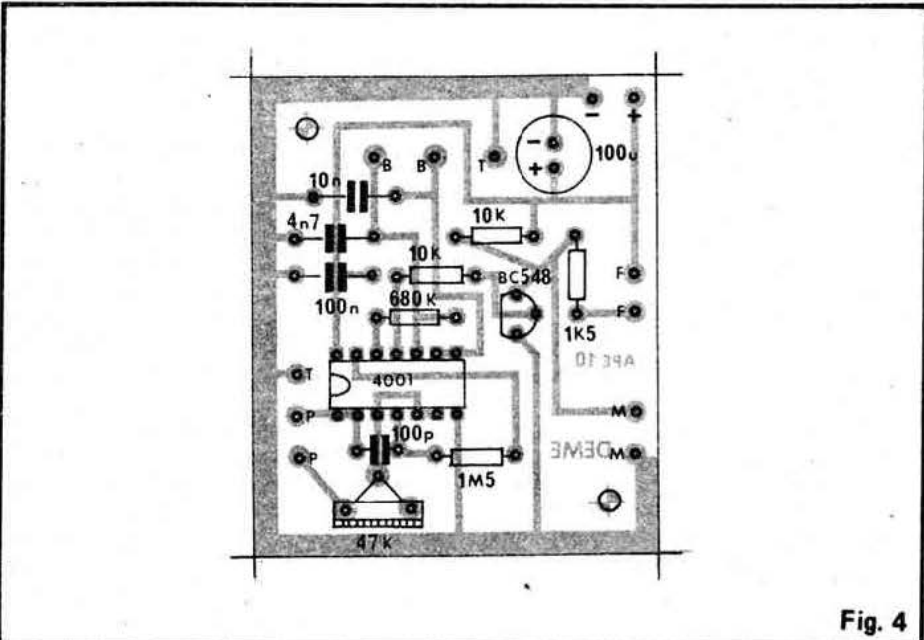

Fig. 4
- FIG. 4 - Diagrama das conexões "periféricas" (externas) à placa. ATENÇÃO à polaridade do suporte de pilhas (fio vermelho = positi-
A colocação dos componentes sobre a placa (lado não cobreado) está ilustrada na fig. 4, devendo nessa fase o leitor tomar cuidado com as posições do Integrado, transistor e capacitor eletrolítico, bem como com os valores dos componentes em relação às posições que ocupam na placa.